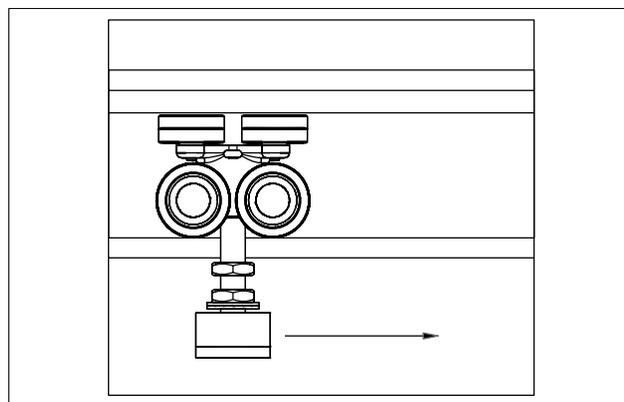

Abb. 27 Laufrolle einsetzen
1. Laufrollen in die Laufschiene einschieben. Laufrollen gemäß der Anlagenzeichnung in der Laufschiene positionieren (Abb. 27).